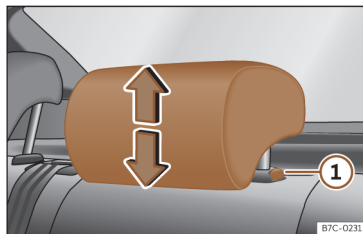

Abb. 88 Kopfstütze hinten: Kopfstützeinstellung.
- Fassen Sie die Kopfstütze seitlich mit beiden Händen und schieben Sie sie nach oben, bis sie in der gewünschten Position einrastet. Gehen Sie zum Absenken auf gleiche Weise vor und drücken Sie die seitliche Taste ① >>> (Abb. 88).